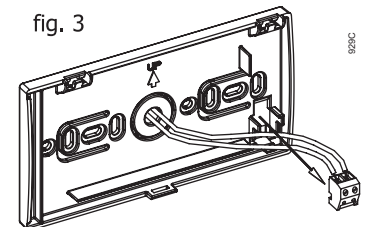

fig. 3
- estrarre la morsetteria dalla sua sede (fig. 3) e collegarvi i due conduttori. Utilizzare un cavo bipolare (2 x 1mmq max). Non è necessario rispettare la polarità dei due conduttori.